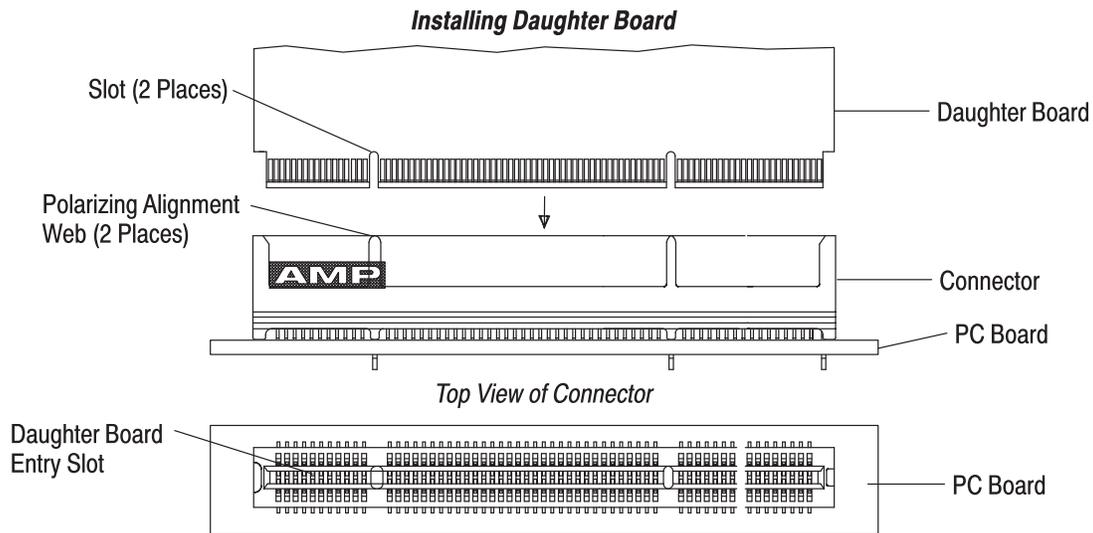

Figure 8
**3.12. Installing Daughter Board** (Figure 8)